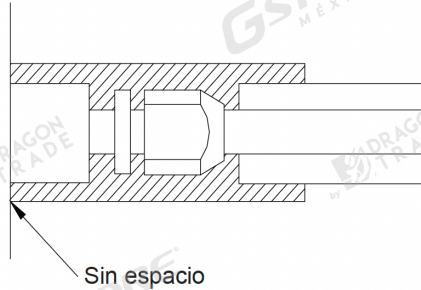

Fig. 19
2. Las uniones de la unidad interior deben envolverse con material aislante y no se permite ningún espacio en la unión de la unidad interior, como se muestra en la Fig. 19.